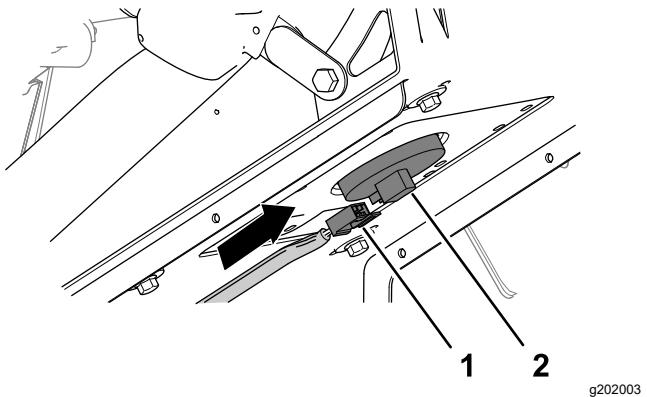

Figura 108
- Enchufe el conector hembra de 2 vías del arnés de cables de la máquina en el conector del interruptor del asiento hasta que los conectores encajen firmemente (Figura 108).